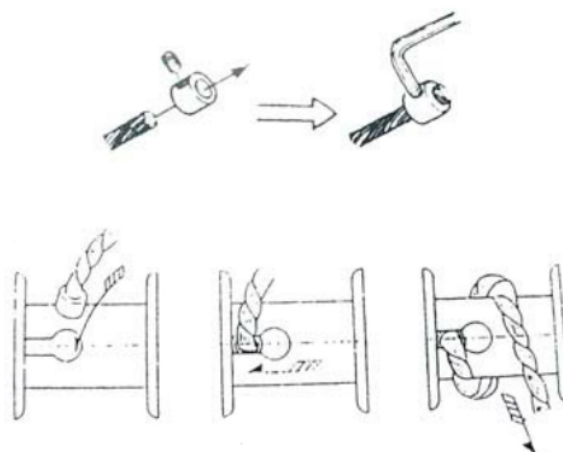

Рис. 5
**В) Запасовка каната для лебедок 2 и 3 тонны (см. рис. 5)**